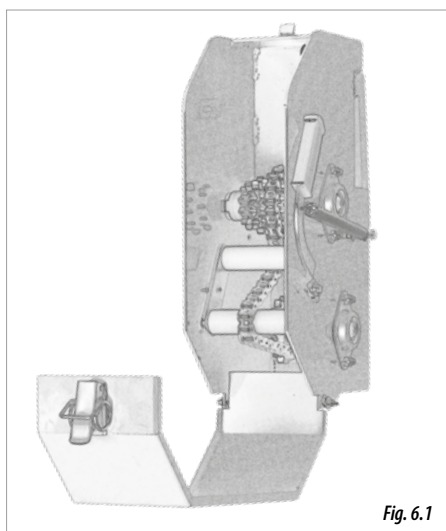

Fig. 6.1
- 1- CHAIN GEARBOX (Fig. 6.1).